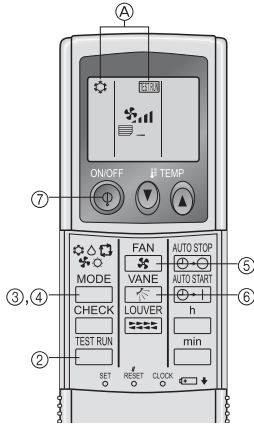

Fig. 7-7
7.2.2. Kablosuz uzaktan kumanda kullanarak (Fig. 7-7)
- ① Çalışma testinden en az 12 saat önce üniteye güç verin.
- ② [TEST RUN] (kontrol) düğmesine iki kere sürekli olarak basın.